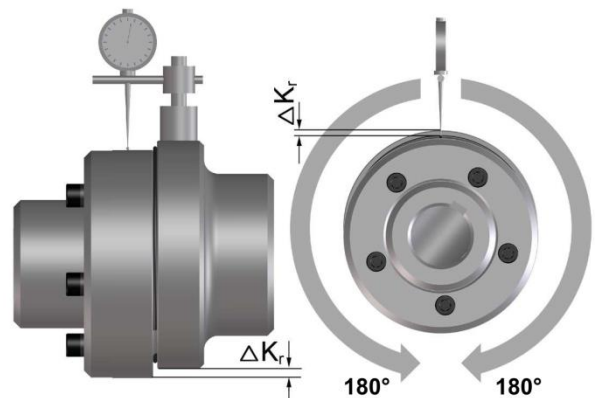

Fig. 13
- ❑ Mesurer un tour complet (360°). Déterminer la plus grande différence  $\Delta K_{r1}$  ainsi que la plus petite  $\Delta K_{r2}$  (fig. 13).